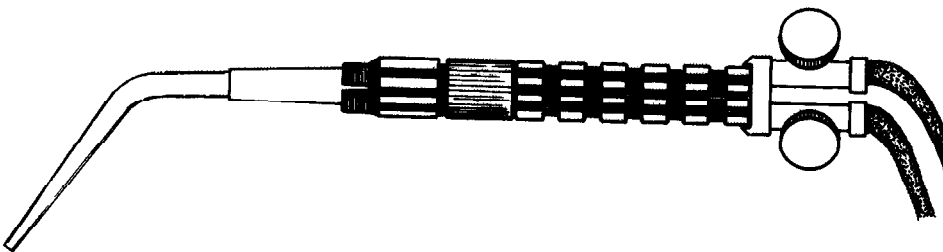

Figura 1.16
- b) Coloque la boquilla en posición de trabajo (Figura 1.16)